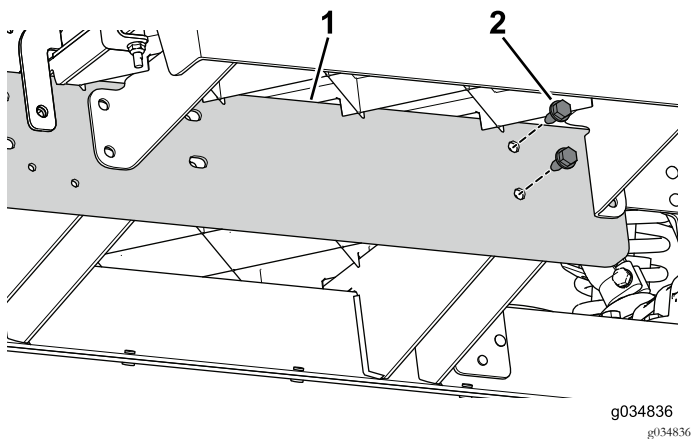

Figure 72
3. Avec les 2 boulons (5/16" x 3/4"), fixez légèrement le longeron d'extension au profilé central de la section avant de la machine (Figure 72).